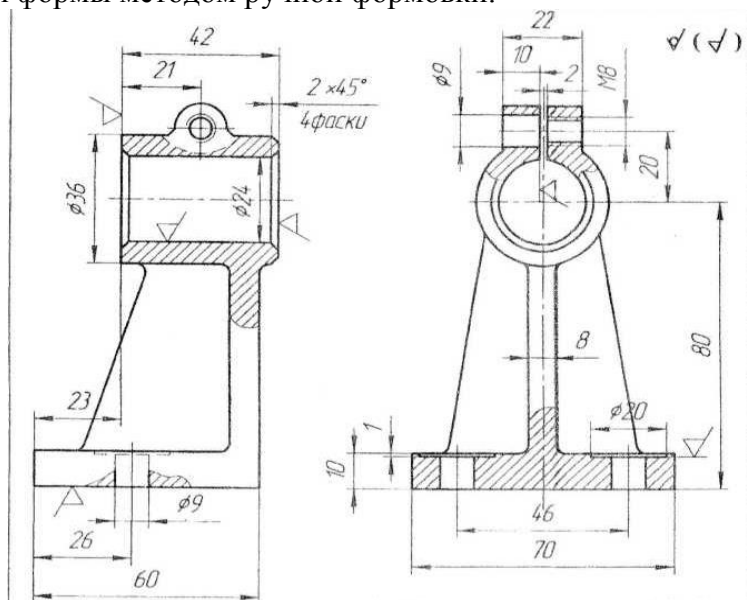

Рисунок 2. Корпус, СЧ 18.
3. По эскизу детали (рис. 2) разработайте процесс ее изготовления методом литья в песчаную форму, описать технологические возможности метода и указать область его применения, по эскизу детали разработать эскиз отливки с модельно-литейными указаниями, привести эскизы модели, стержневого ящика и собранной литейной формы (в разрезе), описать последовательность изготовления формы методом ручной формовки.